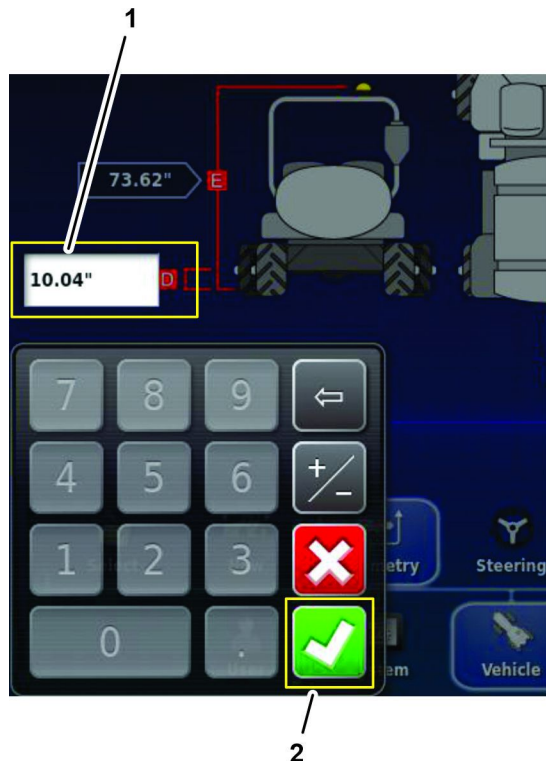

Figure 192
1. Icône axe de la machine et centre du récepteur satellite (C)
4. Appuyez sur l'icône axe d'essieu arrière et sol (D), puis utilisez le clavier virtuel pour saisir la mesure que vous avez notée sur la fiche de géométrie du véhicule à la section Mesure de la géométrie du véhicule \(page 87\), et appuyez sur l'icône de confirmation (Figure 192).